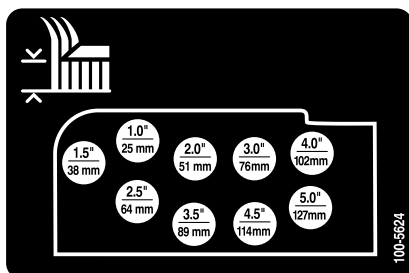

Figure 17
9. Montez les chaînes de hauteur de coupe dans le trou correspondant à la hauteur de coupe voulue à l'aide de l'axe de chape et de la goupille fendue (Figure 17).